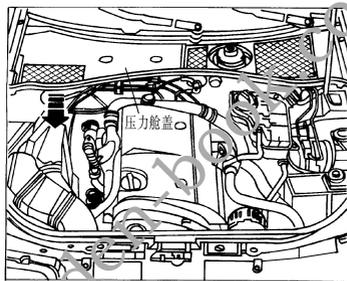

图 2-2 拔下橡胶密封件
- 2) 按图 2-2 箭头向前拔下橡胶密封件。
- 3) 向前取下压力舱盖(图 2-2)。